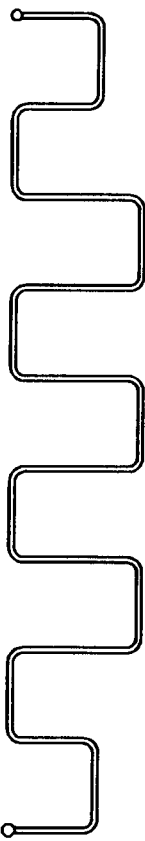

Fig. 2
2. Grzejnik rurkowy z symetrycznie rozłożonymi, poziomymi rurkami o czterech jednakowych skrajnych odcinkach, krótszych od sześciu środkowych odcinków jednakowej długości, jak pokazano na rysunku, w widoku z przodu – fig.2.